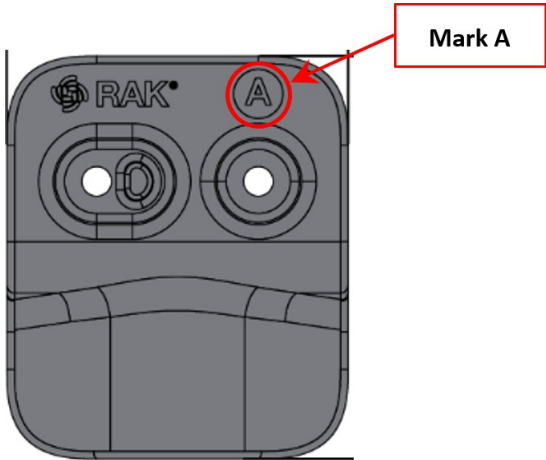

Abbildung 13: Mit dem Buchstaben A gekennzeichnetes Befestigungszubehör
1. Für die vertikale Mastmontage verwenden Sie zwei (2) Befestigungszubehöriteile, die mit dem Buchstaben **A** gekennzeichnet sind, wie in **Abbildung 13** dargestellt.